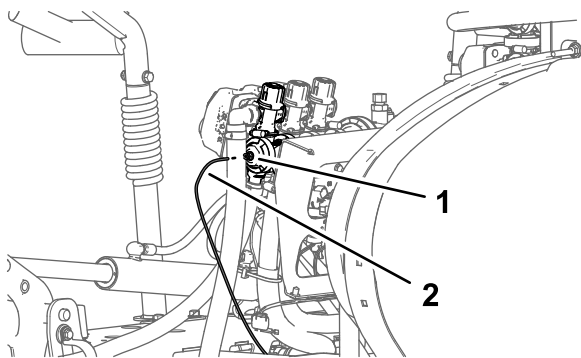

Figura 27
1. Presione el anillo del acoplamiento del tubo en el tapón extremo de la válvula de sección del brazo derecha (Figura 27).
2. Tire del tubo del sensor de presión del indicador del salpicadero para sacarlo del acoplamiento del tubo (Figura 27).